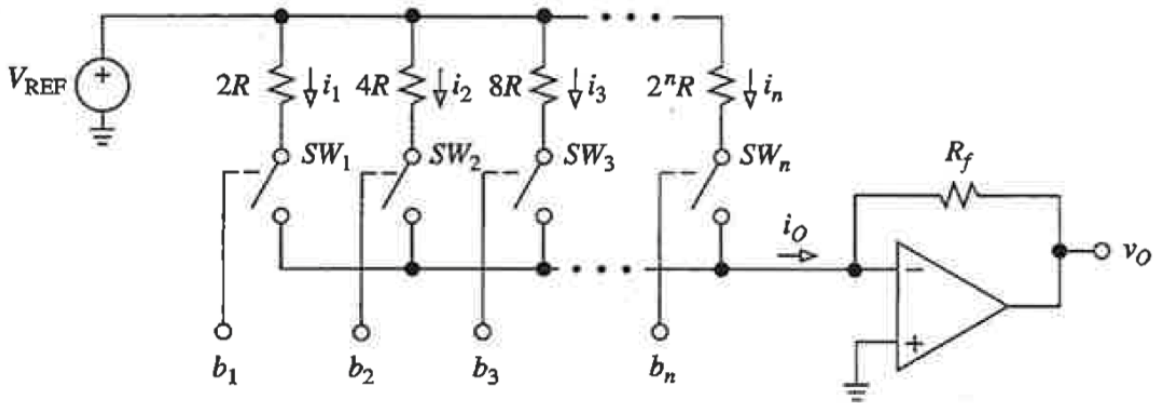

Figura 6
5. S'ha dissenyat cert convertidor D/A en xarxa R-2R el circuit de la qual es mostra en la figura 6. Té una resolució de 12 bits i un marge de sortida de 10 V, tot això a 25°C. Obteniu les màximes derives tèrmiques que poden tenir la referència de tensió V_r i la tensió d'òfset de l'amplificador operacional perquè es produeixi un increment màxim de $\pm 1/4$ LSB en els dos dispositius. El rang de funcionament es troba en l'interval de temperatures de 0 °C a 70 °C. Seleccioneu un valor nominal per a V_r de 10 V. Per a aquest convertidor D/A la tensió de sortida pot expressar-se com: